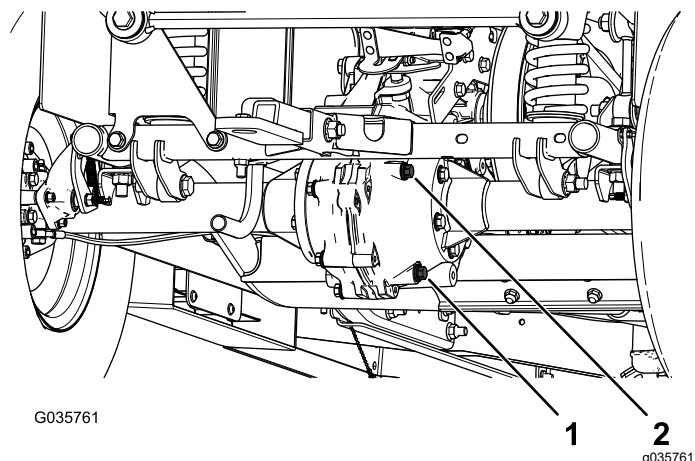

図 58
4. トランスアクスルについている補給プラグを外す 図 58。
5. オイルの量が少ない場合は、補給プラグを取り、穴からあふれ出てくるまで所定のオイルを補給する 図 58。
1. ドレンプラグの下にオイルを受ける容器をおく 図 58。
2. トランスアクスルについている補給プラグとシールを外す 図 58。
3. ドレンプラグとシールを外してオイルが完全に抜けるのを待つ 図 58。